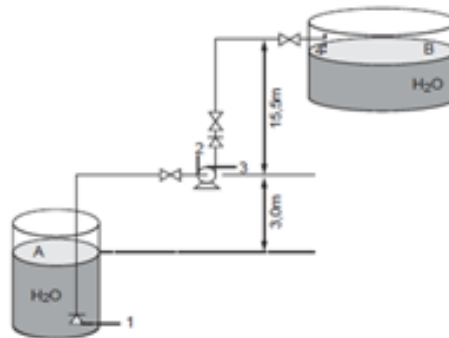

Figura 5 – Representação esquemática de um sistema utilizado para transferir água do tanque A para o tanque B.
- (A) 6,0 m.c.a.
- (B) 5,0 m.c.a.
- (C) 1,0 m.c.a.
- (D) 4,0 m.c.a.
- (E) 11,0 m.c.a.
42. Na instalação da Figura 5 deseja-se bombear água a 20 °C na vazão de 30 m³/h. A perda de carga na tubulação na sucção (trecho 1 a 2) é de 10,0 J . kg⁻¹. Já a perda de carga na tubulação no recalque (trecho 3 a 4) é de 3,0 m.c.a. Será utilizado a bomba KSB Megabloc modelo 32-125 com rotação de 3.500 rpm, no gráfico a altura manométrica (H) é dada em m.c.a., a vazão da água (Q) em m³/h e os diâmetros dos rotores em mm. Desprezar a variação de energia cinética. O menor diâmetro do rotor que atenderá a instalação é de:
- (A)139 mm;
- (B)119 mm;
- (C)123 mm;
- (D)129 mm;
- (E)134 mm.